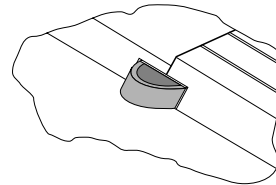

Fig. 17
- Faites coulisser le verrou au-delà du point de pression, jusqu'en butée (voir la fig.17).